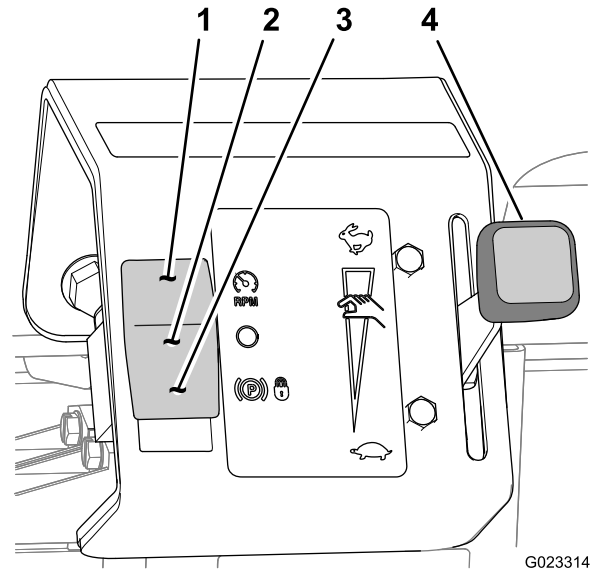

Figura 31
El acelerador de mano se utiliza junto con el interruptor de modo para limitar la velocidad máxima del motor o para seleccionar una velocidad del motor fija (Figura 31).
El interruptor de modo (Figura 31) se utiliza para controlar la función del acelerador de mano para las siguientes operaciones:
2. Sitúe el acelerador de mano en posición Lenta (Figura 31).
3. Presione el interruptor de modo hasta la posición de velocidad de desplazamiento límite (Figura 31).
6. Mueva el acelerador de mano hacia la posición rápida (Figura 31) hasta que llegue a la velocidad de desplazamiento deseada.
6. Sitúe el acelerador de mano en posición Lenta (Figura 31).
7. Presione el interruptor de modo hasta la posición de apagado (Figura 31).
3. Presione el interruptor de modo hasta la posición de apagado (Figura 31).
3. Presione el interruptor de modo hasta la posición de bloqueo del acelerador (Figura 31).
4. Mueva el acelerador de mano a la velocidad del motor deseada (Figura 31).